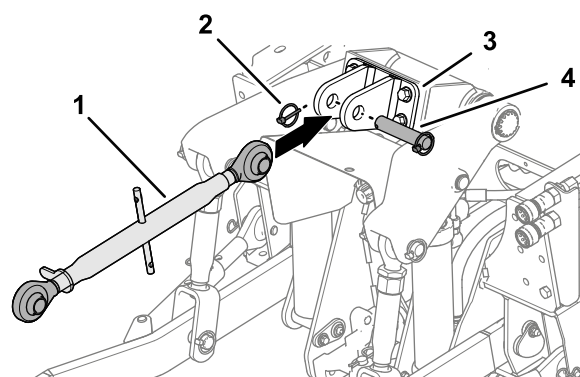

Figure 16
- Si vous l'avez déposé, reposez le bras supérieur de l'attelage 3 points (Figure 16) sur le groupe de déplacement.